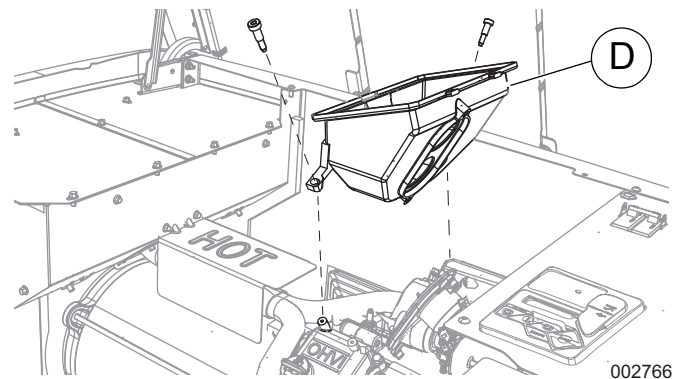

Figura 7. Extracción de la base de la caja aire (11 a 22 kW)
2. Vea la **Figura 7**. Desenrosque y retire la base de la caja de aire (D).